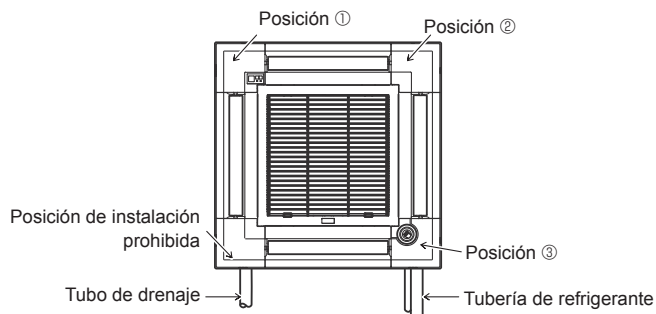

Fig. 9-10
- El panel angular del i-see Sensor debería fijarse en la rejilla ① con el tornillo ③.
- * Si la posición del i-see Sensor se ha cambiado de la posición por defecto (Posición ③) a la otra posición, cambie la configuración de funciones. (Consulte la página 10 y la Fig. 9-10)
- El panel angular del i-see Sensor no puede instalarse en el lateral del tubo de drenaje de la unidad principal. (Consulte la Fig. 9-10)